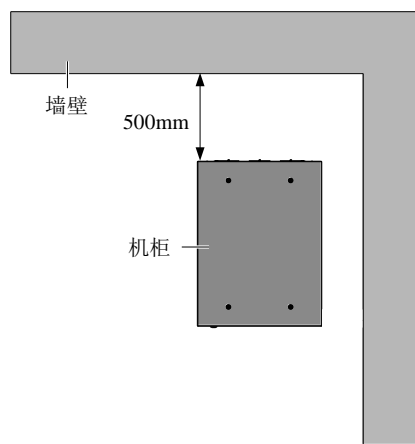

图2-5 操作空间示意图（机架式安装，顶视图）
UPS 由内部风扇提供强制风冷，冷风通过 UPS 前面板的通风孔进入 UPS 内部，并通过 UPS 后部的通风孔排出热风，请勿阻塞通风孔。UPS 的前、后面板应与墙壁或相邻设备间保持至少 200mm 的空间（见图 2-5），以免阻碍 UPS 的通风散热造成 UPS 内部温度升高进而影响 UPS 的使用寿命。
2. 图 2-5 中，机柜后面板到墙壁的距离需考虑维护操作便利，图中示例为 500mm，安装过程可根据实际情况调整，但不得少于 200mm。